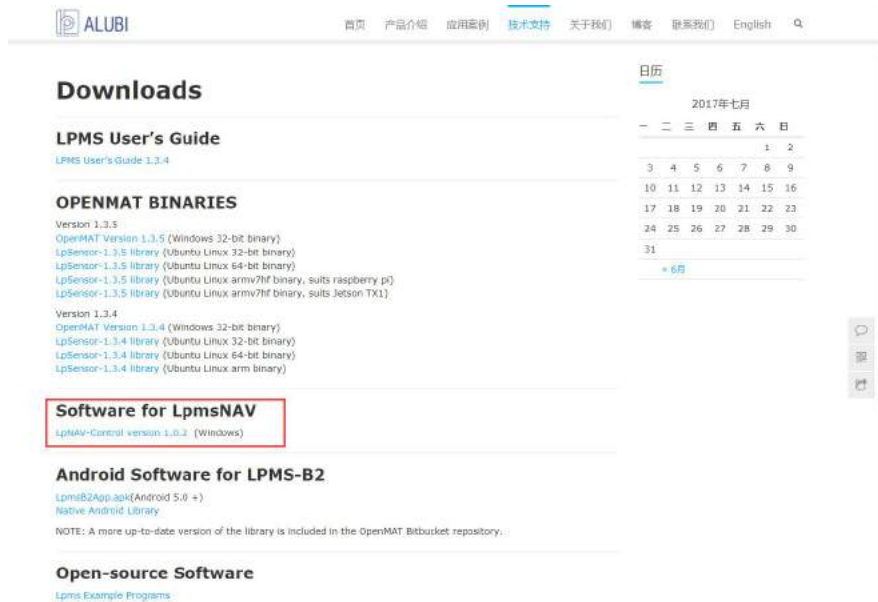

图 6-1 在我司官网上下载对应上位机软件
- 1 在 PC 上安装 LpNAV-Control-V1.0.2（在我司官网上可下载：技术支持->下载中心，如图 6-1）。